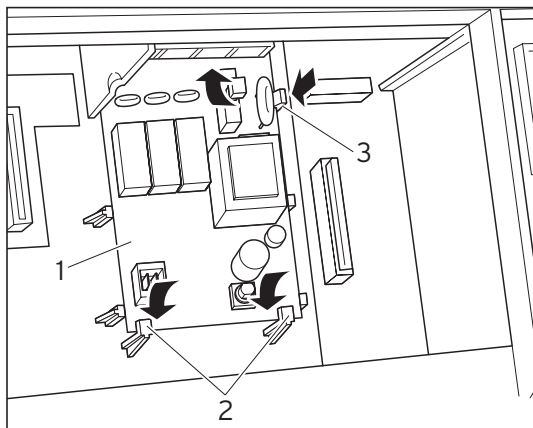

Рис. 3.1 Установка платы
- Вставьте плату (1) под удерживающие накладки (2) (смотрите рис. 3.1).
- Осторожно нажимайте на плату, располагая ее между центрирующими поверхностями, до тех пор, пока плата не зафиксировается в держателях (3) (рис. 3.1).